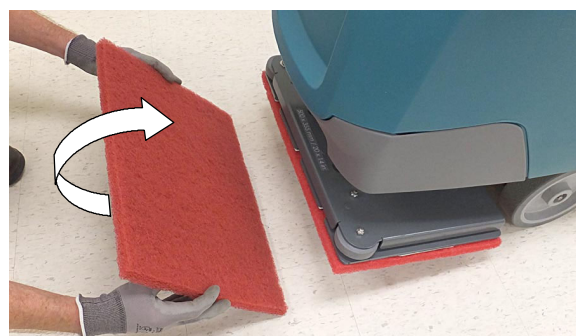

ABB. 92
- Orbital- Schrubbkopf - Abgenutzte Arbeitsscheibe umdrehen oder auswechseln (Abbildung 92).